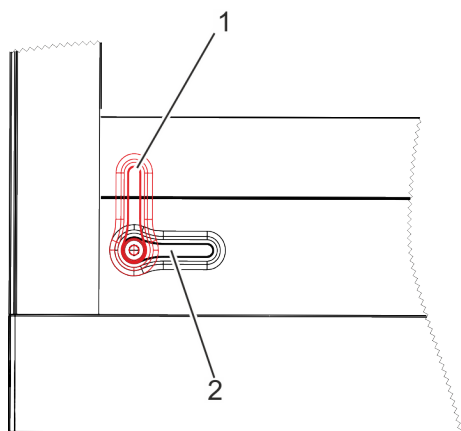

Abb. 7: Verschlussknebel Stellungen
2. ➤ Verschlussknebel der Notöffnungsseite verriegeln (Abb. 7/2).